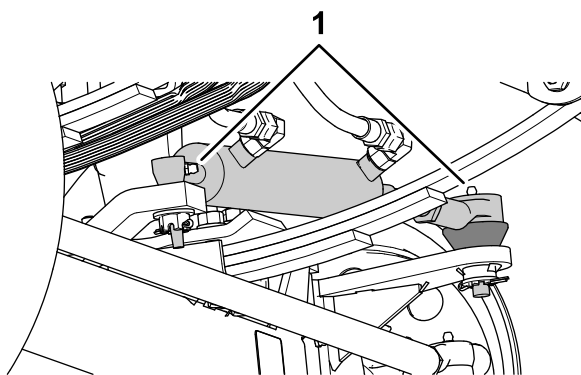
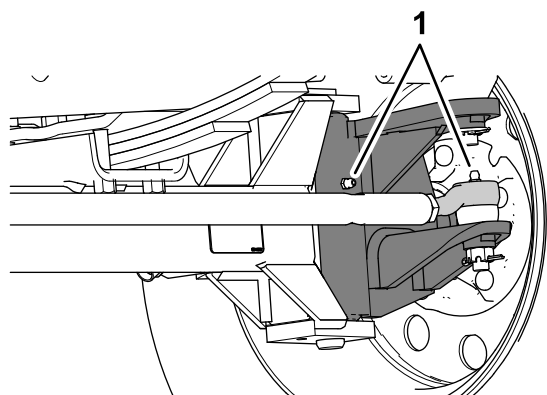

図 67
図 68
1. グリスフィッティングをウェスできれいに拭く図 67と図 68。
2. グリスフィッティングにグリスを注入する図 67と図 68。
注 グリスアップ箇所を図 67に示します。